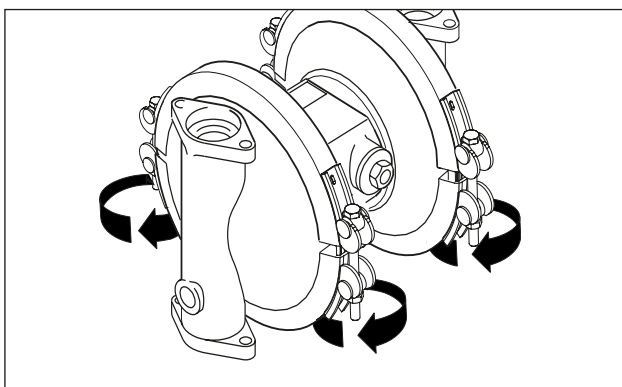

Рис. 10: Открывание стяжных хомутов.
- Ослабьте стяжные хомуты (при необходимости, смажьте, чтобы избежать фиксирования гаек и болтов из высококачественной стали) (рис. 10). В случае высококачественной стали, отполированных вариантов (DL, DH), откройте резьбовое молочное соединение.